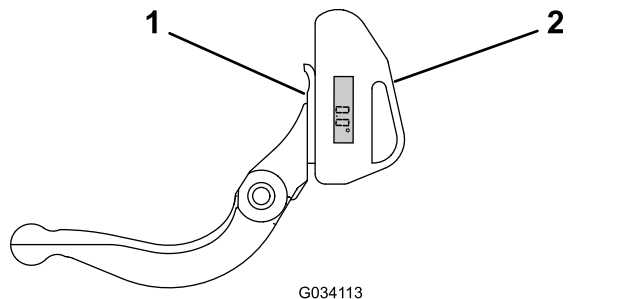

図 29
1. 図 29に示すように、ベッドナイフの底部に傾斜計をセットする。